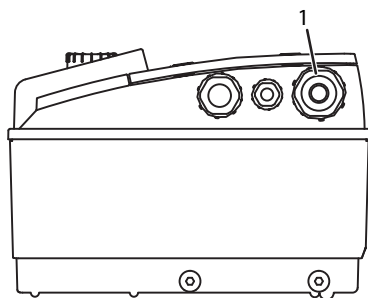

Рис. 22: Кабельный ввод M25
- Кабель для подключения к сети нужно проводить через кабельный ввод M25 (рис. 22, поз. 1).